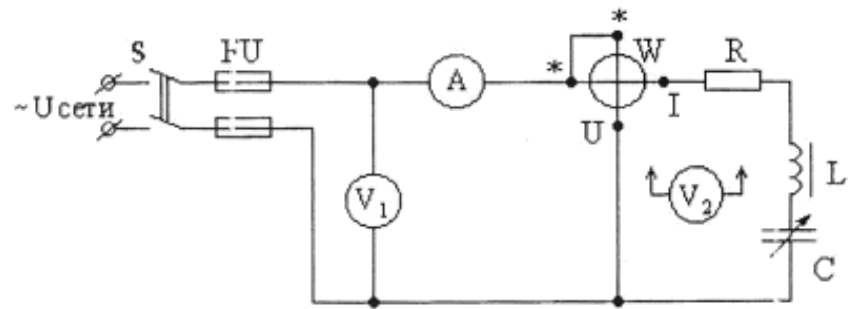

Рис. 6.1
1. Собрать электрическую цепь по схеме на рис.6.1 и показать её преподавателю для проверки.